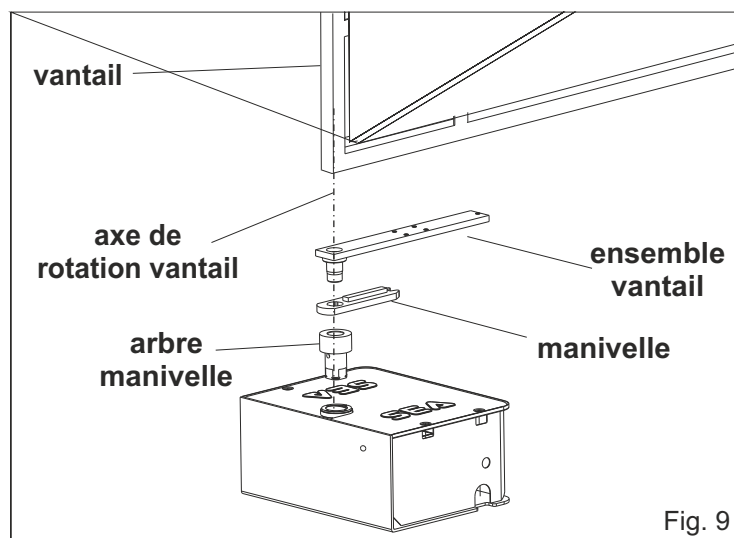

Fig. 9
3.1. Positionner le vantail du portail sur l'ensemble vantail, faisant référence à l'axe de rotation du charnier du vantail (Fig. 9)